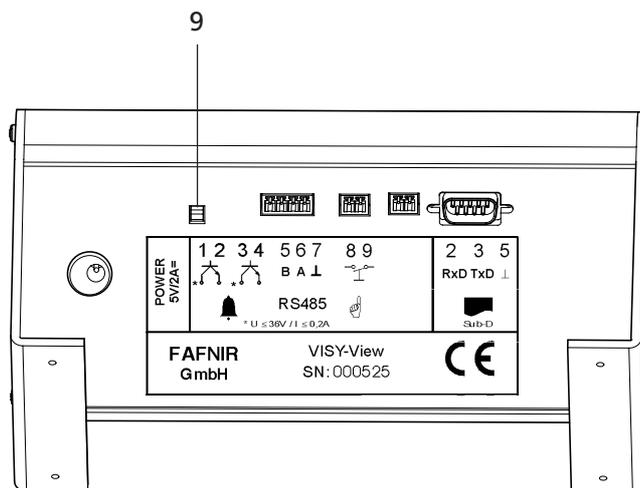

Fig. 1b : Structure de VISY-View, vue de la face inférieure
Le commutateur ON-OFF (9) se trouve sur la face inférieure de l'appareil (cf. figure 1b). Suite à l'installation et au branchement de l'appareil au moyen du commutateur ON-OFF, la DEL verte « Power » (Puissance) s'allume (cf. section « Lampe témoin » de ce chapitre).